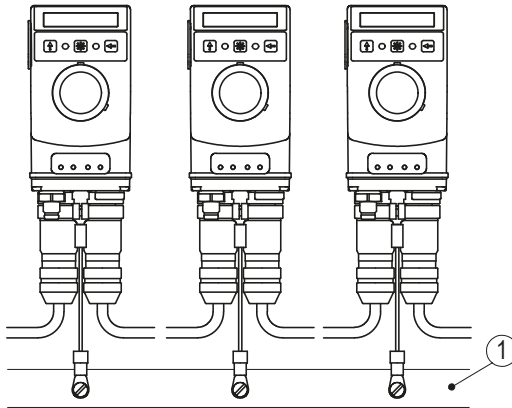

Abb. 5: Erdungsschiene
Zum Schutz vor Störungen müssen die Schirme der Signalleitungen und Netzleitung beidseitig angeschlossen werden. Potentialunterschiede führen zu unzulässigen Strömen auf dem Schirm. Den Erdungsanschluss ④ zwischen den Anschlusssteckern auf das Schutzleiterpotential legen (siehe Abb. 4). Verwenden Sie dazu 6.3 mm Flachstecker mit kurzer Litze 2.5 ... 4 mm2 (nicht im Lieferumfang). Bei mehreren Positionsanzeigen wird empfohlen die Erdung auf eine Erdungsschiene ① anzuschließen (siehe Abb. 5).